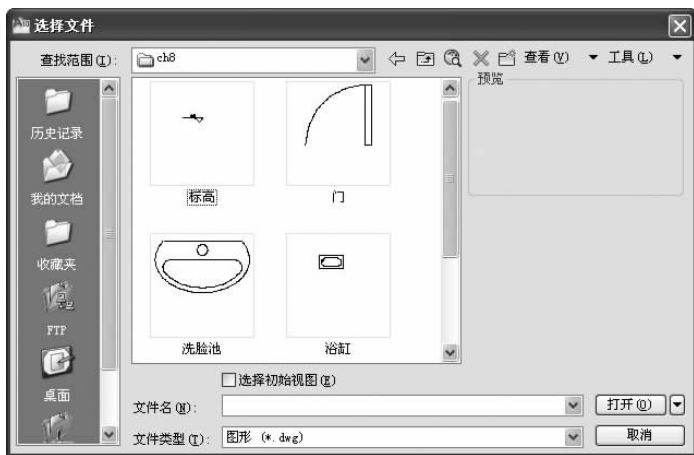

图 1-19 “选择文件”对话框
(1) 执行“文件”→“打开”命令或单击“标准”工具栏中的“打开”按钮,系统将打开如图 1-19 所示的“选择文件”对话框。
(1) 执行“文件”→“打开”命令,打开如图 1-19 所示的对话框。